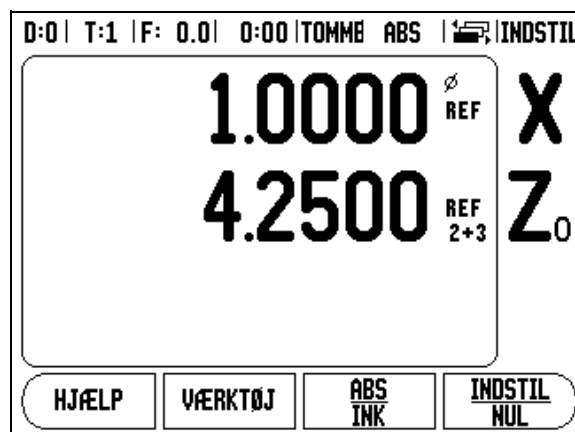

Fig. II.4 Tillade Z kobling
- ▶ Tryk på de numeriske taster svarende til målesystem indgangen på bagsiden af enheden Tryk softkey + eller - for at koble en anden indgang med den første. Indgangs nummeret er vist ved siden af aksevisningen indikerende at positionen er en koblet position (f.eks. "2 + 3"). See Fig. II.4.
For at koble Z0 og Z akserne og have resultatet vist på Z0 displayet, tryk og hold Z0 tasten i ca. 2 sekunder. Summen af Z positionerne vil blive vist på Z0 displayet og Z displayet vil være blankt. See Fig. II.4.